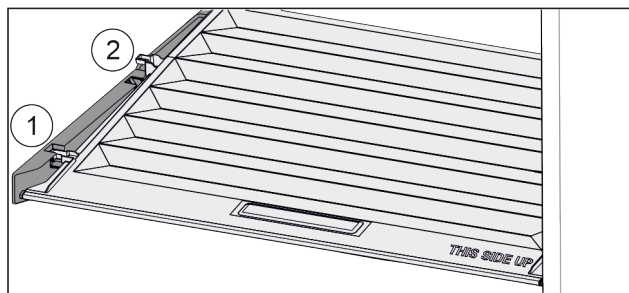

Fig. 25
- Tirare in avanti il coperchio fino all'apertura nei fermi Fig. 25 (1).
- Sollevare posteriormente dal basso e togliere verso l'alto Fig. 25 (2).